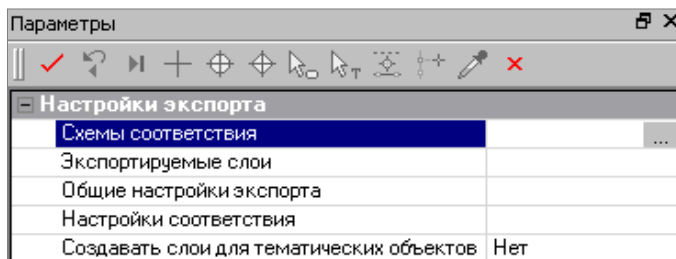

Рис. 13.18
2. В окне **Параметры** (рис. 13.18) задаём настройки экспорта в определённой последовательности: